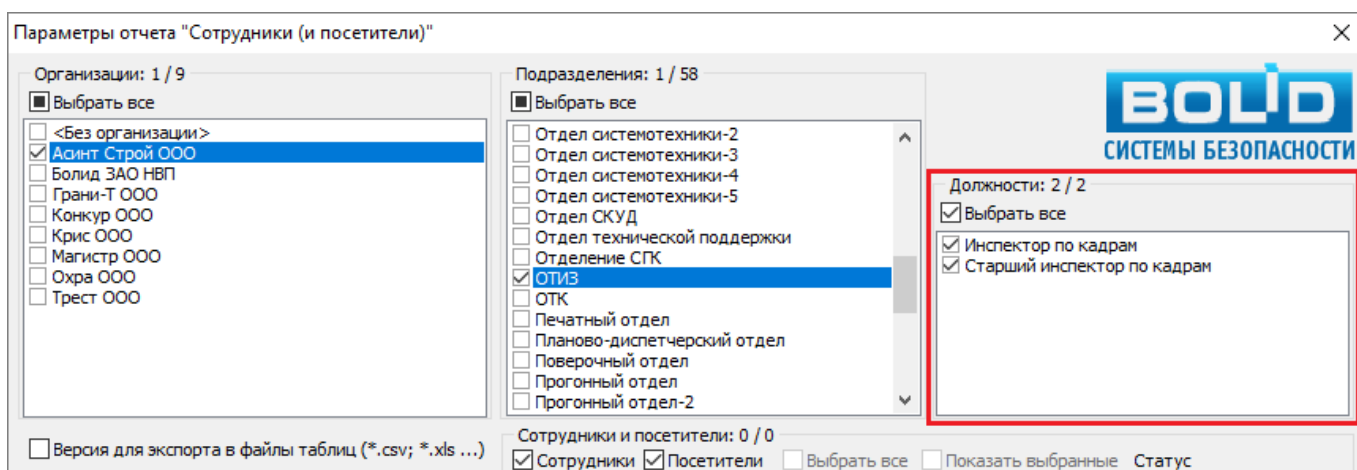

Рисунок 10-217 Выбор фильтра в поле "Должности"
- в) задайте фильтр по должностям в поле «Должности» (см. Рисунок 10-217). Для выбора должностей, данные по которым должны быть отфильтрованы, установите флаги для соответствующих должностей. Возможность выбора должностей определяется выбором подразделений в поле «Подразделения». Фильтр по должностям применяется автоматически и влияет на отображение информации в «Сотрудники и посетители»;